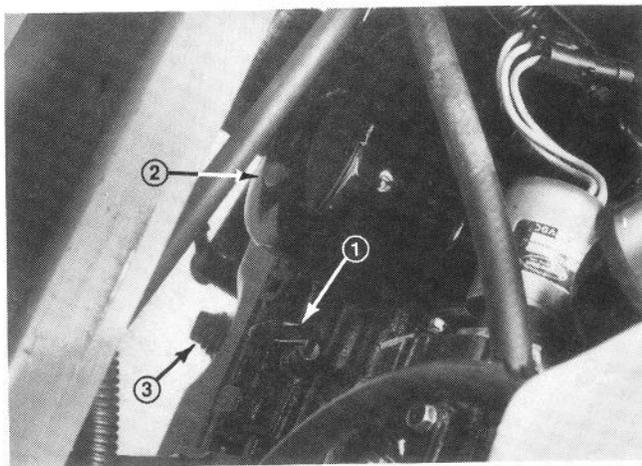

Fig. 4
2. Rimuovete l'asta di misurazione del livello (Fig. 4), asciugatela con un panno pulito e reinsertetela completamente nel foro. Toglietela e verificate il livello dell'olio; se è basso, rimuovete il tappo e rabboccate con olio SAE 10W-30 CD fino al segno FULL, sull'asta. **NON RIEMPITE OLTRE IL LIVELLO INDICATO. Vedi Tabella dei fluidi a pag. IT-15.**